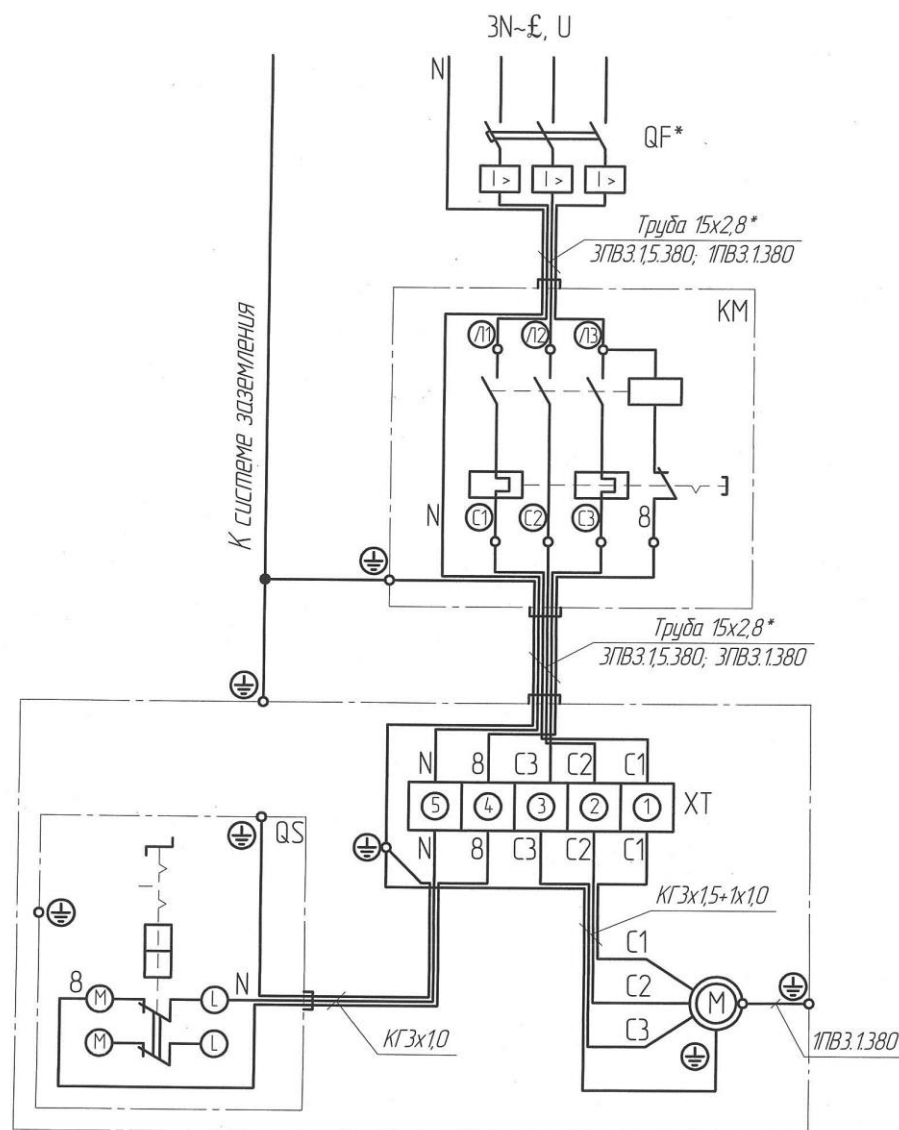

Рис.14. Схема электрическая принципиальная и соединений установок моделей C415M5, C415M5-01, C415M6, C415M6-01
4.3.1. Установки выпускаются для подключения в трехфазную четырехпроводную сеть с напряжением 380 В, 50 Гц (рис. 14 и 15).